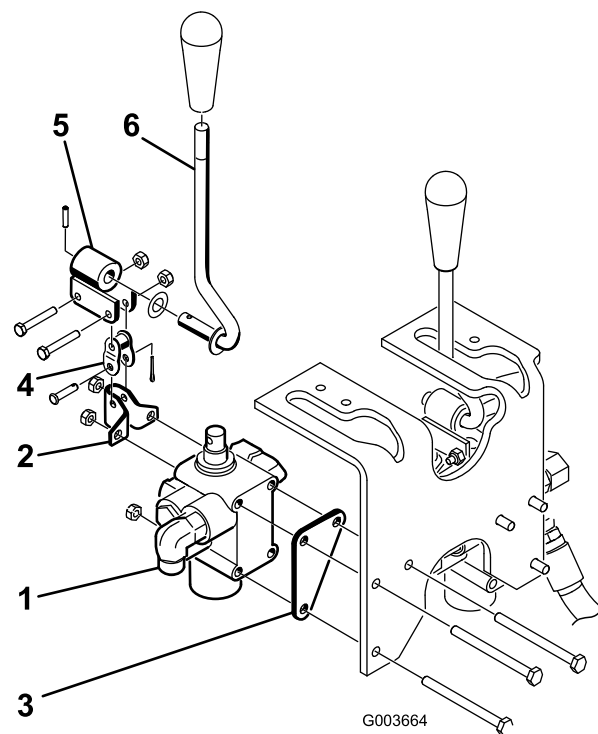

Figure 5
2. Montez l'ensemble soupape, le support de pivot et la plaque de la soupape sur le châssis avec 3 boulons (1/4 x 3") et 3 contre-écrous (Figure 5). Placez la plaque de soupape contre l'avant du longeron de châssis lors du montage. Serrez à 10,2–12,4 Nm.
3. Montez sans serrer le levier de pivot sur le tiroir et la bielle à épaulement avec 2 boulons (N° 10 x 1-1/4") et 2 contre-écrous (Figure 5). Ne serrez pas à ce stade.